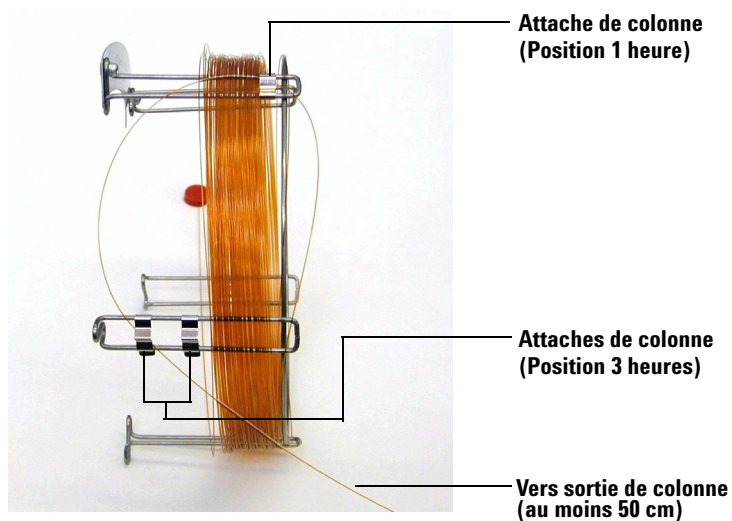

Figure 5 Colonne passée dans l'attache à 3 heures
- 5** Enfiler ensuite l'extrémité de sortie de la colonne dans les attaches à 3 heures de sorte que la colonne ait son extrémité dirigée vers l'arrière de son support. S'assurer que la partie de colonne située entre les deux attaches NE dépasse PAS de l'étiquette de la colonne. Voir Figure 5.